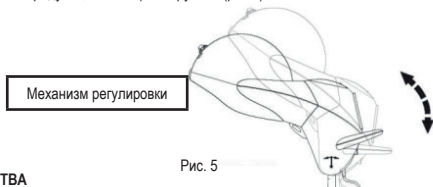

Рис. 5
1. Регулировка угла наклона шлема до 20 градусов, с помощью поручней (рис.5)